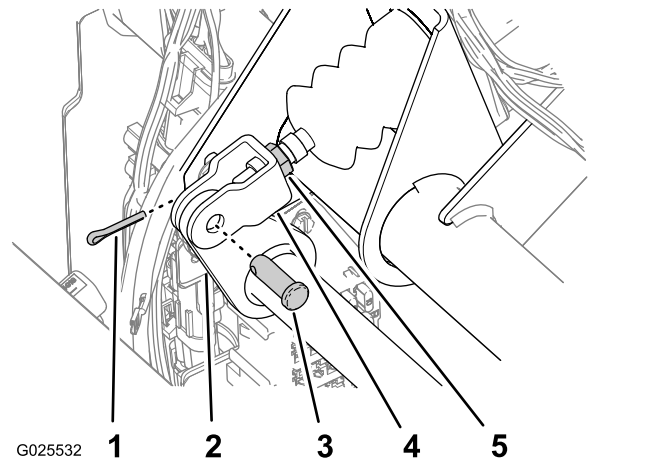

Figure 79
2. Retirez la goupille fendue et l'axe de chape qui fixent la chape du maître-cylindre au pivot de la pédale de frein (Figure 79).
4. Desserrez les écrous de blocage qui fixent la chape à l'arbre du maître-cylindre (Figure 79).
5. Réglez la chape jusqu'à ce que les trous soient alignés sur celui du pivot de la pédale de frein (Figure 79).
6. Fixez la chape au pivot de la pédale au moyen de l'axe de chape et de la goupille fendue (Figure 79).
7. Serrez l'écrou de blocage qui fixe la chape à l'arbre du maître-cylindre (Figure 79).